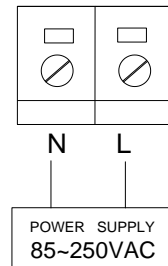

图 6
- 将连接电缆从索头外部引入，并正确连接端子 N 和 L，如图 6。索头内部有密封圈，应完好密封。